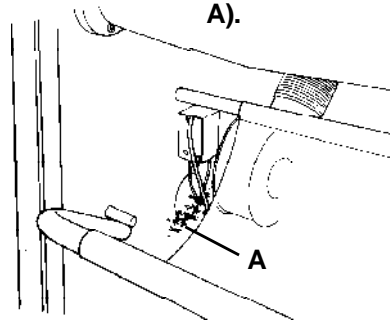

fig. 13
- Remove the adhesive band (fig. 13/A).
- Retirar la cinta adhesiva (fig.13/A).
- Enlever la bande adhésive (fig. 13/A).